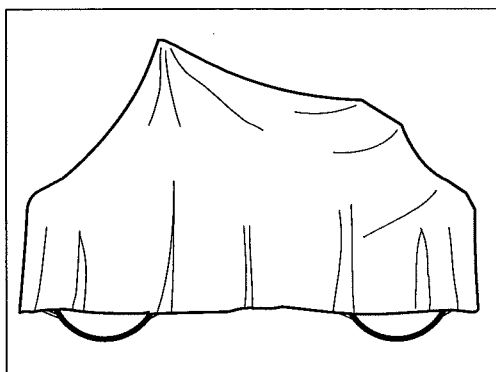

Fig. 41 Rullo coperto per rimessaggio.
- \* Abbassare la protezione sul pannello degli strumenti. Coprire tutto il rullo con un telone. N.B! Il telone deve rimanere sollevato da terra (vedi fig. 41). Se possibile rimessare il rullo al coperto, in un locale con temperatura costante.